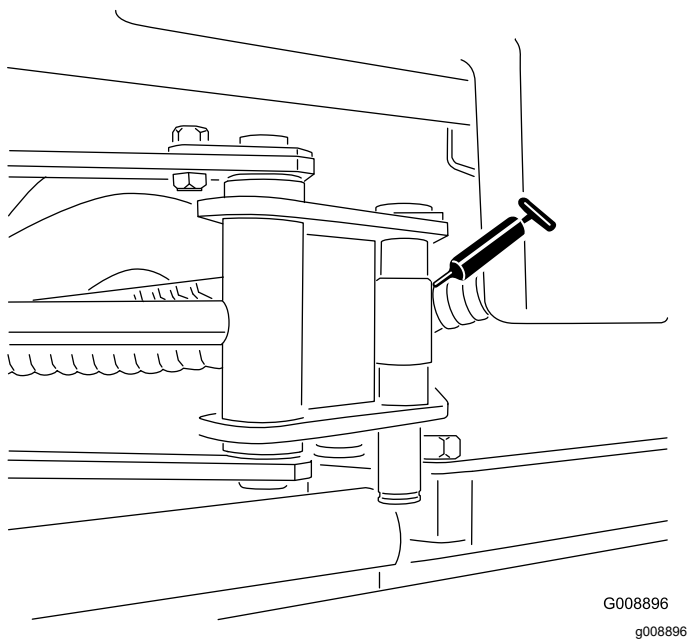

Figura 58
- Estremità del cilindro SideWinder (2 raccordi; solo modello 03171 - Figura 58)